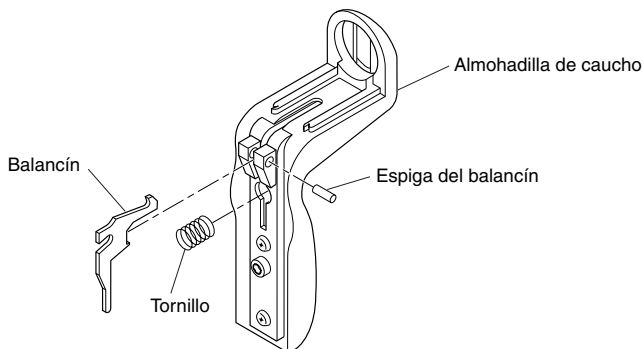

Figura 6 - Retiro del balancín
1. Retire la espiga del balancín (Vea la Figura 6).